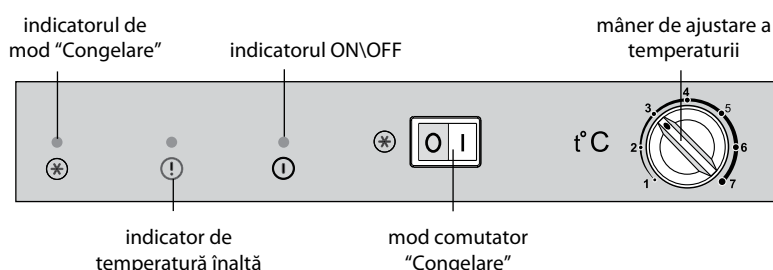

Figura 3 – Controalele congelatorului
2.1.1 În conformitate cu figura 3 congelatorul are următoarele controale de gestionare:
2.2.1 Congelatorul se aprinde când îl conectați la rețeaua electrică folosind mânerul respectiv, în conformitate cu figura 3.
2.3.1 Reglarea temperaturii în congelator se face cu ajutorul mânerului așa cum este arătat în Figura 3. După reglare, temperatura în congelator se menține în mod automat.
Când congelatorul este pornit pentru prima dată este recomandat să-i deschideți ușa, setați butonul pe "3" sau "4", așa cum se arată în figura 3 și ON/OFF pe "0". Apoi închideți ușa congelatorului. În viitor, pentru a selecta temperatura optimă pentru depozitarea alimentelor este necesar să controlați temperatura.
2.4.1 Activarea modului "Congelare" se face prin apăsarea butonului pe «I» – Indicatorul se aprinde. Atunci când apăsați pe "0" indicatorul se stinge, în conformitate cu figura 3.